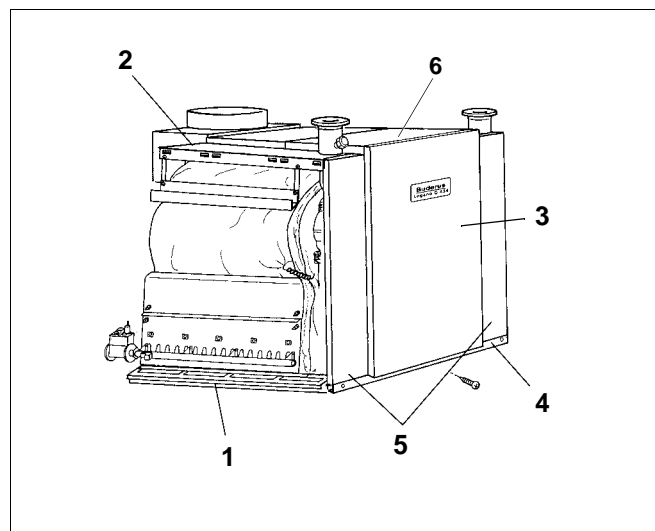
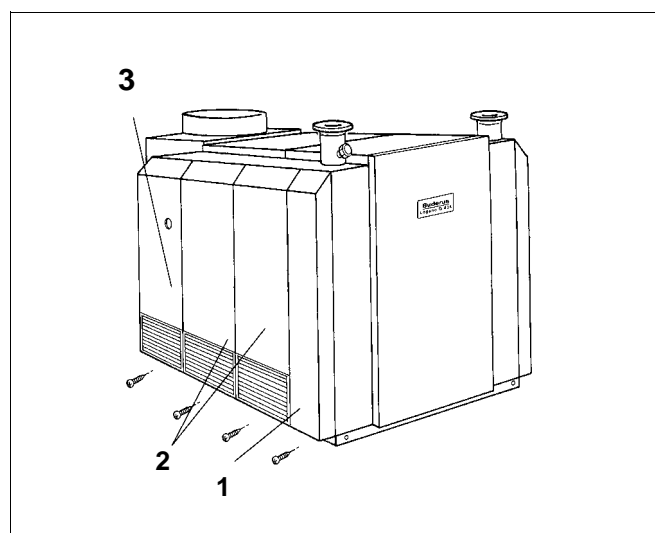

Fig. 72 Montage habillage
Fig. 73 Montage des face latérales
- Les deux traverses latérales étroites (fig. 72, **pos. 5**) sont montées en dessous, entre les plinthes longitudinales (fig. 72, **pos. 1**) et transversales (fig. 72, **pos. 4**) et raccrochées en dessus aux capots latéraux (fig. 72, **pos. 2**).
- La face avant (fig. 72, **pos. 3**) est placée en dessous entre les traverses latérales étroites (fig. 72, **pos. 5**) et la plinthe transversale (fig. 72, **pos. 4**) et également en dessus dans la face avant de la chaudière (fig. 72, **pos. 6**).
- Fixer la face avant en dessous avec une vis à tête plate 3,9 x 9,5 et à la plinthe transversale (fig. 72, **pos. 4**).
- Raccrocher la faces avants (fig. 73, **pos. 1**) aux traverses transversales (fig. 72, **pos. 2**) et fixer aux plinthes longitudinales (fig. 72, **pos. 1**) avec des vis à tête plate 3,9 x 9,5.
- Accrocher les faces latérales arrières (fig. 73, **pos. 3**) et lorsqu'il y en a, les faces latérales intermédiaires (fig. 73, **pos.2**) en haut aux traverses latérales (fig. 72, **pos.2**) et en bas aux plinthes longitudinales (fig. 72, **pos. 1**) et fixer avec des vis à tête plate 3,9 x 9,5.
- Serrer les vis dans la plinthe longitudinale (fig. 72, **pos. 1**) et toutes les autres vis, qui n'étaient pas encore serrées complètement, afin de pouvoir positionner l'habillage (pas de grandes espaces entre les capots etc.).